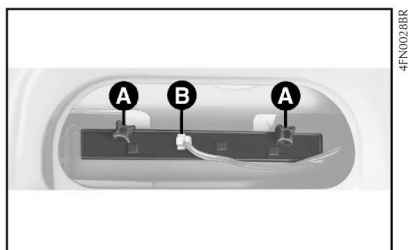

fig. 31
1) Retirar as duas manoplas **A**-fig. 31 e remover o porta-lâmpadas.